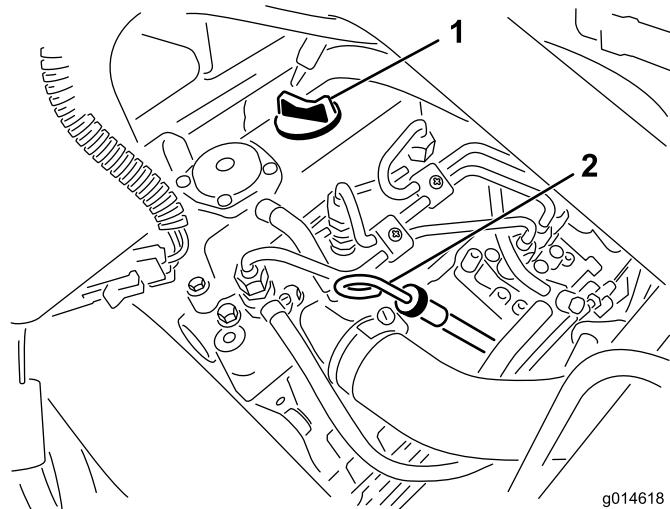

Figura 25
2. Togliete l'asta di livello ed asciugatela con un panno pulito (Figura 25). Inserite l'asta di livello nel tubo, assicurandovi che sia inserita fino in fondo. Estraete l'asta di livello dal tubo e controllate il livello dell'olio. Se il livello dell'olio è basso, togliete il tappo di riempimento dal coperchio della valvola e versate lentamente una quantità di olio sufficiente ad alzarne il livello fino al segno di pieno (Full) sull'asta. Rabboccate lentamente l'olio e controllate spesso il livello durante questa operazione. **Non riempite troppo..**